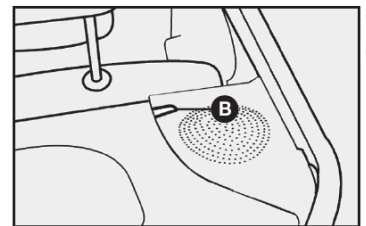

fig. 68
2) Tirar os pinos da cobertura do porta-malas das respectivas sedes B-fig. 68 e removê-lo.